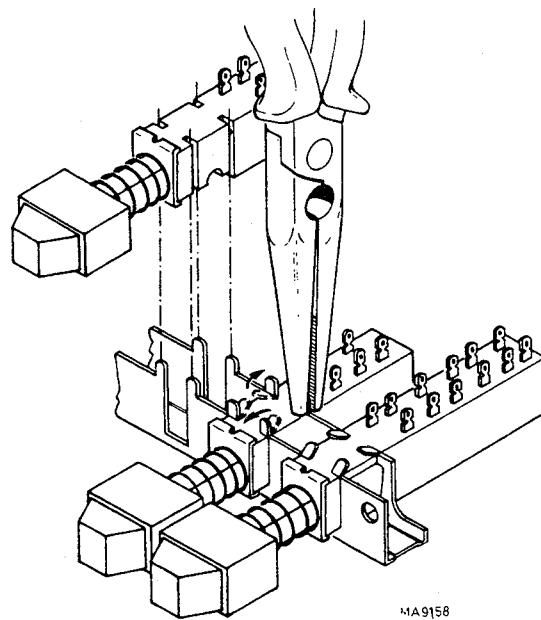

Abb. 2.11. Ersatz eines Drucktastenschalters.
- die 4 Befestigungsfahnen des entsprechenden Schalters wie in Abb. 2.11. gezeigt, geradebiegen.
| Fig. 2.11 | Replacing a push-button switch | 26 |